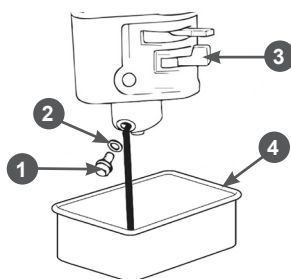

Рис. 41 Слив топлива с карбюратора
1. Установите рычаг топливного крана 3 (Рис. 41) в положение «ЗАКРЫТО».
2. Установите под карбюратор подходящую емкость 4 (Рис. 41).
3. Открутите болт 2 сливного отверстия и слейте топливо из поплавковой камеры карбюратора (Рис. 41).